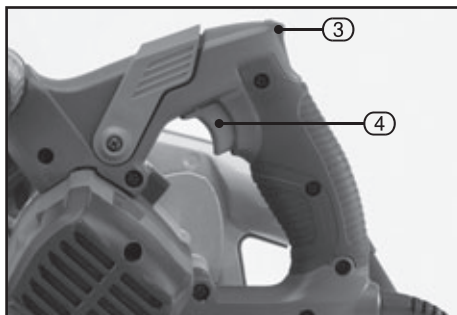

FIG.5
9.1 ON/OFF TRIGGER SWITCH – FIG.5